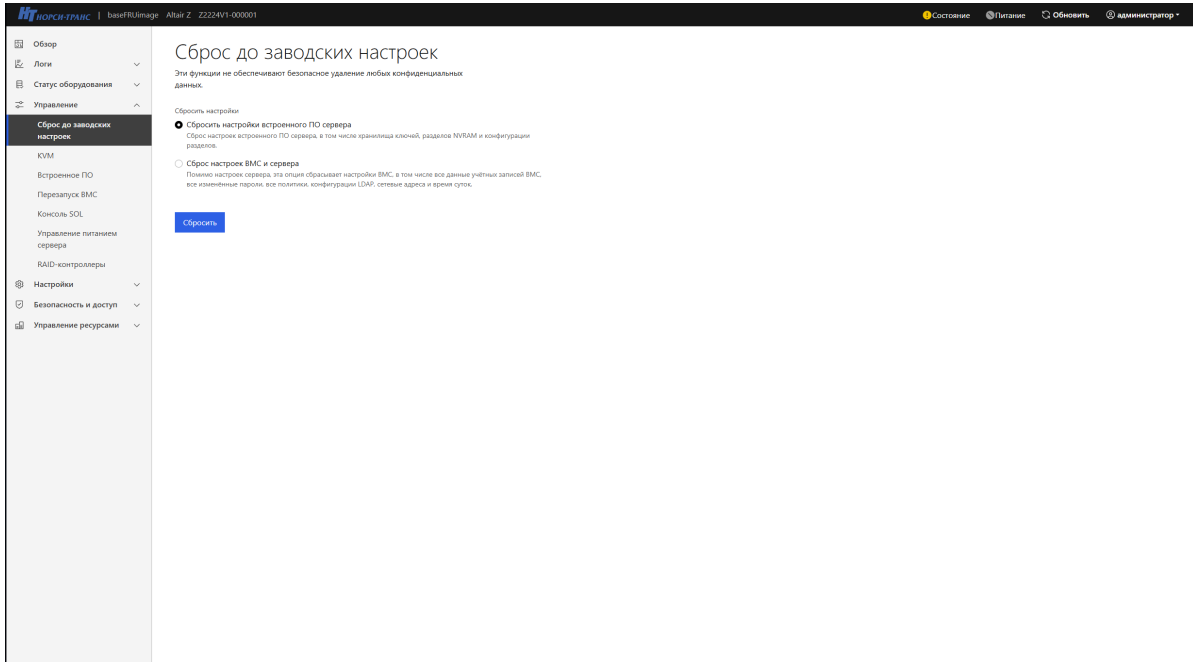

Рис. 68. Окно «Сброс до заводских настроек»
- 2) Пройдите во вкладку «Управление» → «Сброс до заводских настроек» в данной вкладке осуществляется сброс настроек сервера до заводского состояния. В поле «Сбросить настройки» выберите сброс тех настроек которые вы хотите произвести (сброс настроек встроенного ПО сервера либо сброс настроек BMC и сервера) и нажмите кнопку «Сбросить». Окно показано на рис. 68 Окно «Сброс до заводских настроек»